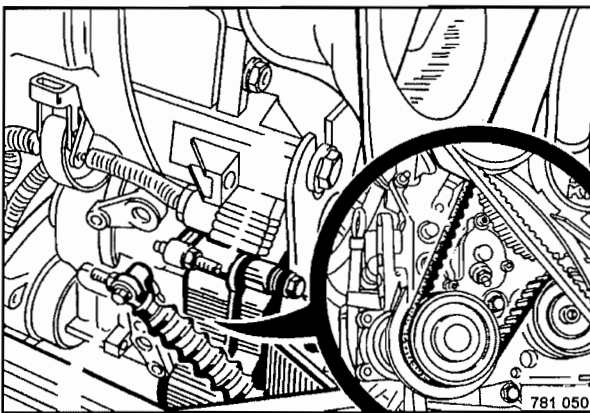

Fig. 100
- El cambio de la correa dentada (Fig. 100) se debe ejecutar por un taller especializado.